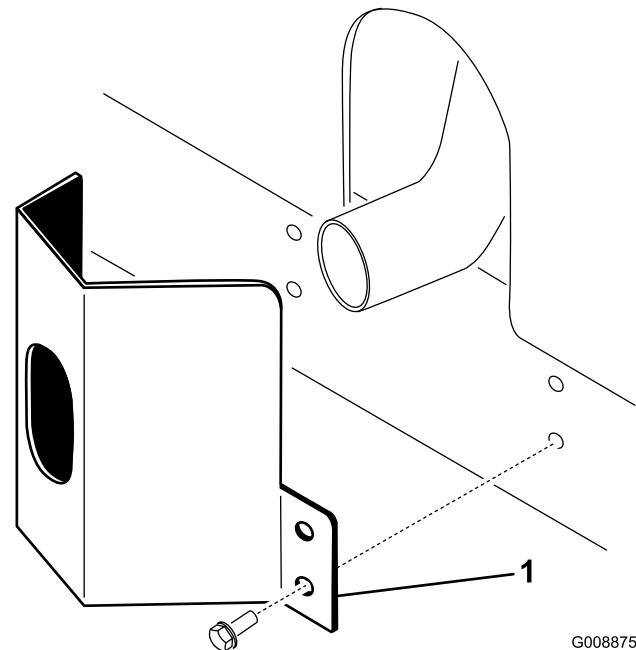

Figura 11
- Coloque a cobertura do escape à volta da panela do escape, enquanto estiver a alinhar os orifícios de montagem com os orifícios no chassis (Figura 11).
- Prenda a cobertura do escape ao chassis utilizando 4 parafusos autoroscantes (Figura 11).